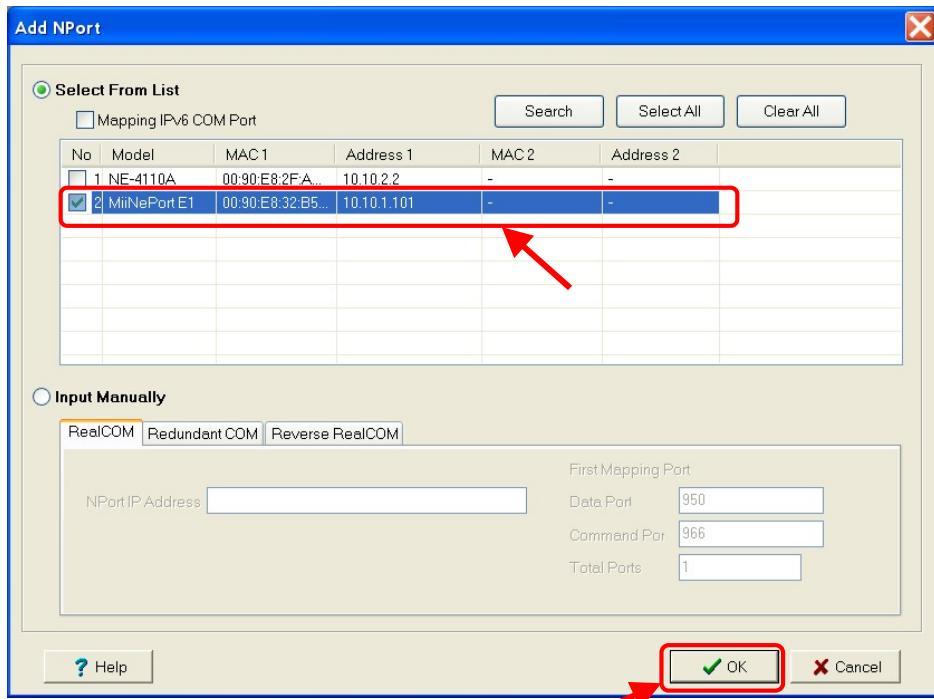

Рис. 16.4. Список найденных устройств.
После поиска в локальной сети (см. Рис.16 .3, стр. 30) утилита «**NPort Windows Driver Manager**» отобразит список всех найденных устройств (см. Рис. 16.4, стр. 31).
16.8. Выберете нужное Вам устройство (см. Рис. 16.4) и нажмите на кнопку «OK».